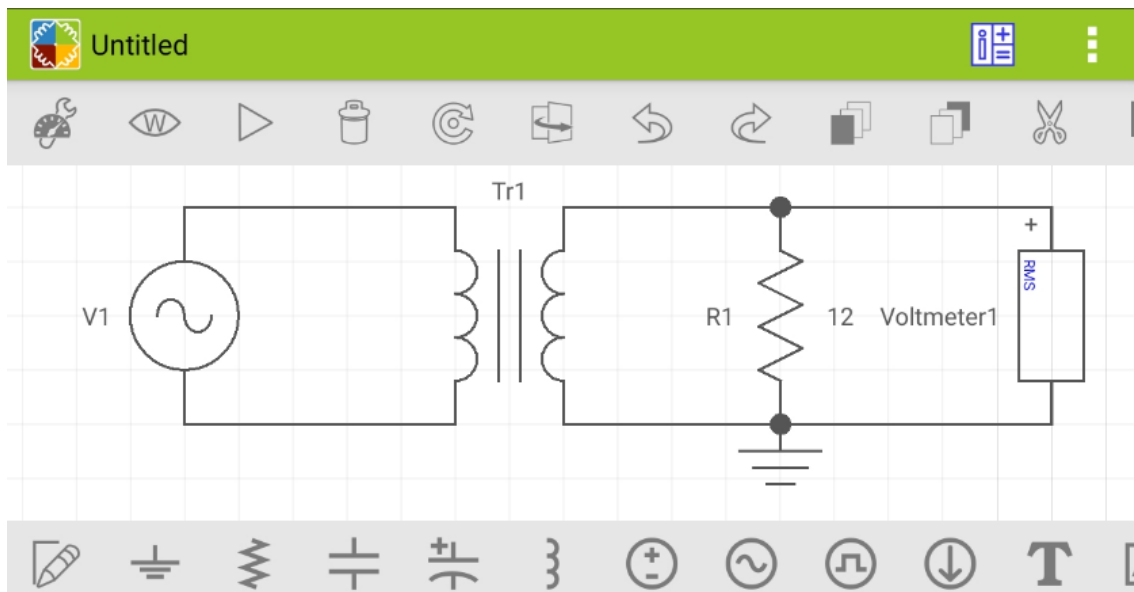

Figura 2.16
2.15 – O primeiro medidor inserido é o voltímetro (VOLTMETER), que deve ser colocado em PARALELO com o resistor (**Figura 2.16**). Os comandos ROTATE e WIRE também foram usados.